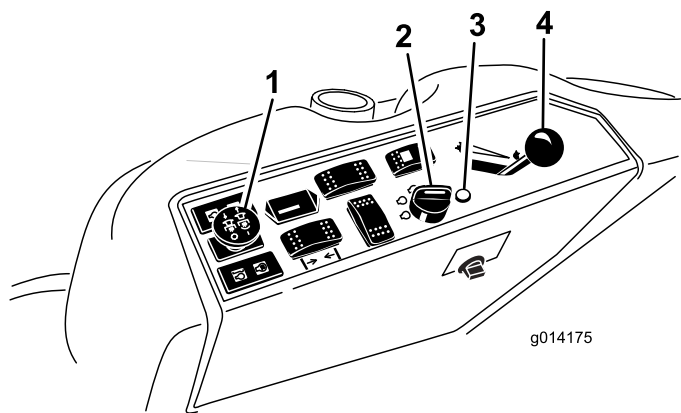

Figura 20
4. Mueva el interruptor de la toma de fuerza (TDF) a la posición DESENGRANADO (Figura 20).
- Ponga la palanca del acelerador en un punto intermedio entre las posiciones RÁPIDO y LENTO (Figura 20).